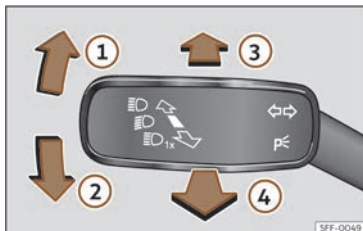

Fig. 97 Levier des clignotants et des feux de route (selon les versions).
- À partir de la position de base, appuyez en avant sur le levier des clignotants et de feux de route >>> **fig. 97** ③.
- **OU** : avec les feux de route activés, tirez vers l'arrière le levier des clignotants et des feux de route >>> **fig. 97** ④.